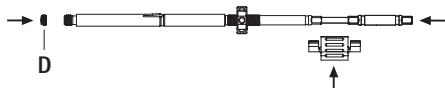

Afb. 11
- Schroef de spanmoer **C** op de binnenhuls, zie Afb. 11.